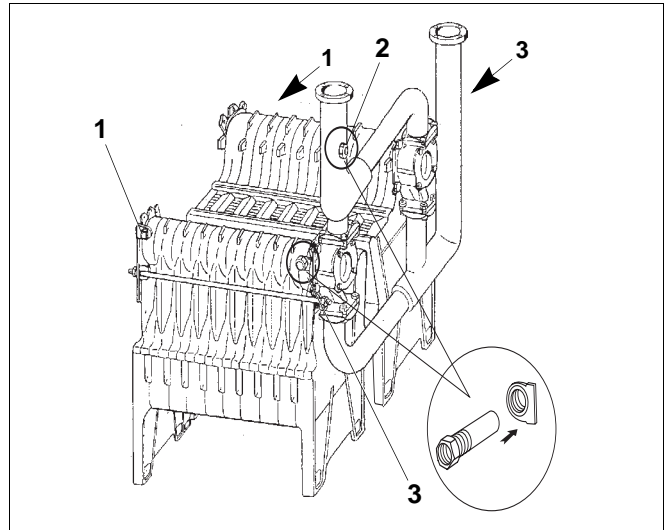

Fig. 30 Etancher les doigts de gant et le bouchon
- Etancher sur les faces extérieures les doigts de gant (fig. 30, pos. 3) et le bouchon  $\frac{3}{4}$ " (fig. 30, pos. 1) au bloc chaudière de gauche et de droite.
- Etancher le troisième doigt de gant dans le tuyau de raccordement de départ (fig. 30, pos. 2, voir matériel de montage).